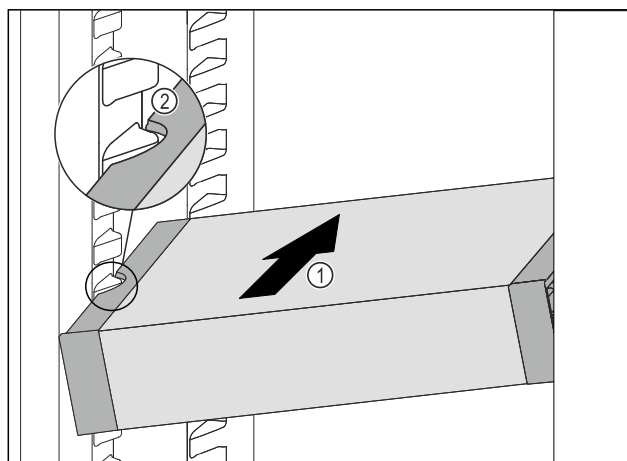

Fig. 107
- ▶ Predal VarioSafe potiskajte poševno v hladilnik Fig. 107 (1), dokler stranska izreza Fig. 107 (2) predala VarioSafe nista na višini nastavka za posodo v hladilniku.